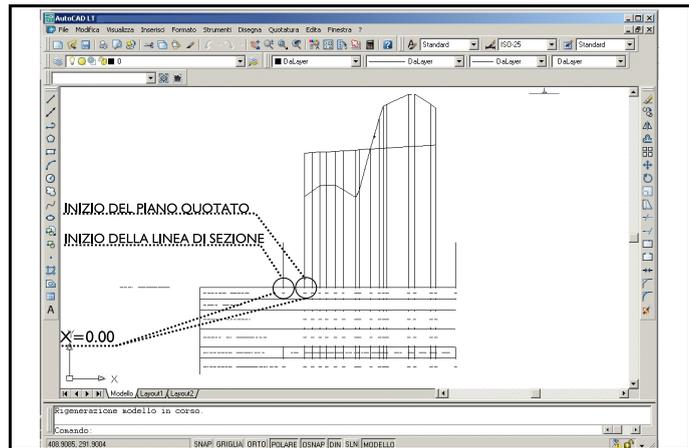

FIGURA 12.127
9) Come già citato in figura 12.127 può essere impostata l'origine 0,00 dell'asse delle X all'inizio della linea di sezione o nei vari punti di sezione.